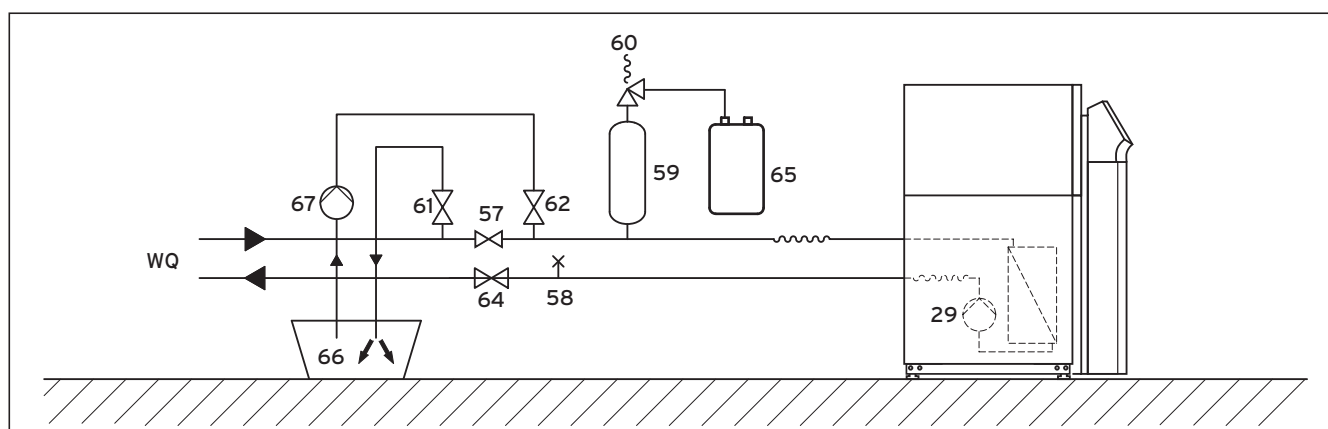

Fig. 5.1 Circuito della miscela incongelabile
- Riempire quindi il sistema della sorgente di calore con la miscela incongelabile del recipiente (66). Per questa operazione è necessaria una pompa di riempimento (67) che al tempo stesso, durante il riempimento, provveda a sfiatare il circuito collettore. Vaillant consiglia la pompa di riempimento Vaillant (n. art. 307 093). Il tubo di mandata della pompa viene collegato alla valvola d'intercettazione (62) (vedere fig. 5.1).
- Chiudere la valvola di intercettazione (57).
- Aprire le valvole di intercettazione (62) e (64).
- Aprire la valvola di intercettazione (61) e collegare un tubo flessibile dalla valvola al recipiente della miscela di glicole.
- Avviare la pompa di riempimento (67) per riempire il tubo del collettore.
Legenda della fig. 5.1
- In un recipiente esterno (ad es. tanica di plastica, vedere fig. 5.1, voce 66) mescolare acqua e liquido antigelo nella concentrazione prescritta. Le sostanze devono essere mescolate con cura.
- Lasciar funzionare la pompa di riempimento (67) finché dal tubo della valvola d'intercettazione (61) non esce liquido privo d'aria.
- Aprire ora la valvola (57) in modo da scaricare l'aria intrappolata fra le valvole (61) e (62).
- Chiudere la valvola (61) e mettere sotto pressione il circuito della soluzione salina per mezzo della pompa di riempimento (67). Fare attenzione che la pressione non sia superiore a 3 bar.
- Chiudere ora la valvola (62).
- Spegner la pompa di riempimento (67) e rimuovere il tubo utilizzato per il riempimento.
- Aprire la valvola di sicurezza (60) per lasciare defluire un'eventuale sovrappressione. Il serbatoio di compensazione della soluzione salina deve essere pieno di liquido per due terzi. Controllare che la valvola (61) sia chiusa.